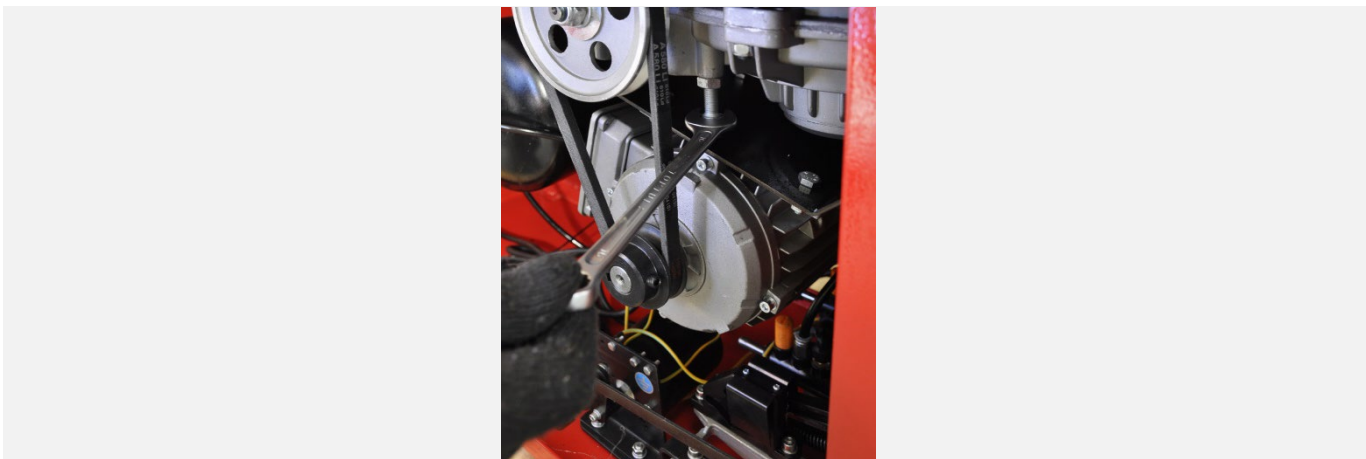

Рисунок 45
- Открутив контргайку, вращая специальный регулировочный болт отрегулировать натяжение приводного ремня (см. Рисунок 45).